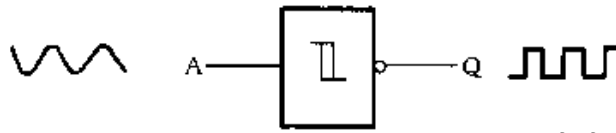

图 2-362
④ 施密特触发器电路符号见图 2-362, A 为输入端, Q 为输出端。施密特触发器的特点是,可将缓慢变化的信号转变为边沿陡峭的矩形脉冲。施密特触发器常用于脉冲整形、电压幅度鉴别、模-数转换、接口电路等。